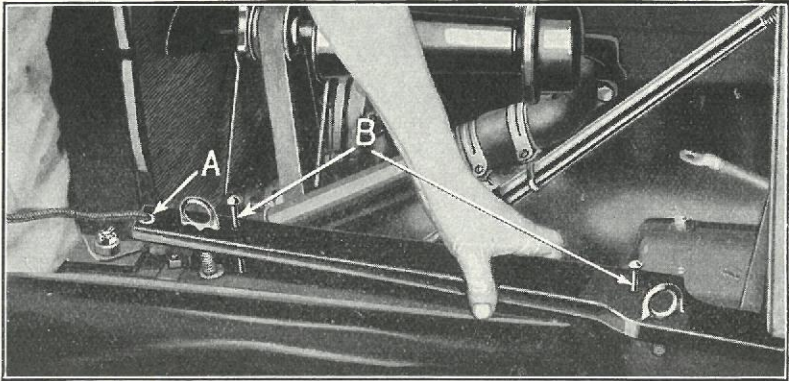

Fig. 112
- (b) Læg Sædestykket paa Chassisrammen og træk Forlygtekablet gennem Hullet i Sædestykket. Anbring Forlygtekabelbøsningen i Hullet i Sædestykket (Fig. 112-A). Denne Bøsning beskytter Kabelisolationen imod at blive gnavet igennem.